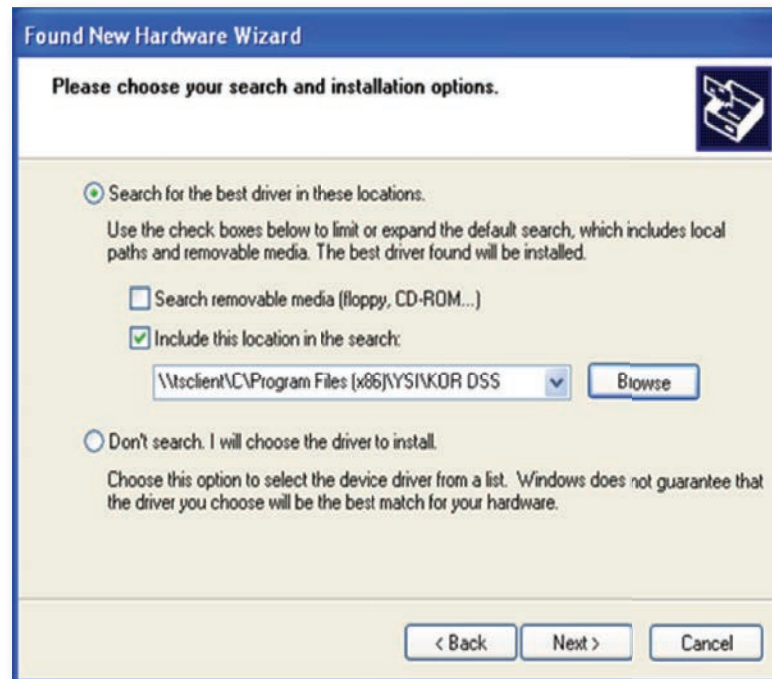

Figura 81 Localização do ficheiro Assistente de Novo Hardware Localizado
4. Seleccione **Procurar o melhor driver nestas localizações** e **Incluir esta localização na pesquisa**. Clique em **Procurar** e navegue para a localização do ficheiro: **C:\Program Files (x86)\YSI\KorDSS** para sistemas de 64 bits ou **C:\Program Files\YSI\KorDSS** para sistemas de 32 bits (Figura 81). Clique em **Seguinte**.